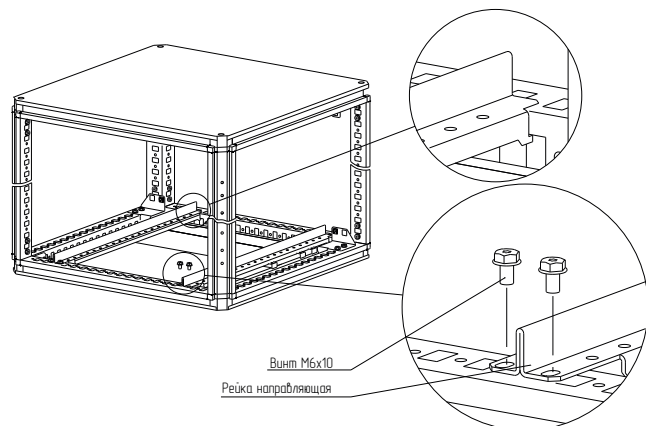

Рисунок 13
4.5.5 Для удобства установки панели монтажной рекомендуется применять направляющие рейки (рисунок 13). Направляющие рейки необходимо закрепить на основании винтами с самонарезающей резьбой М6×10. Момент затяжки – 7 Н·м. Направляющие рейки приобрести отдельно.